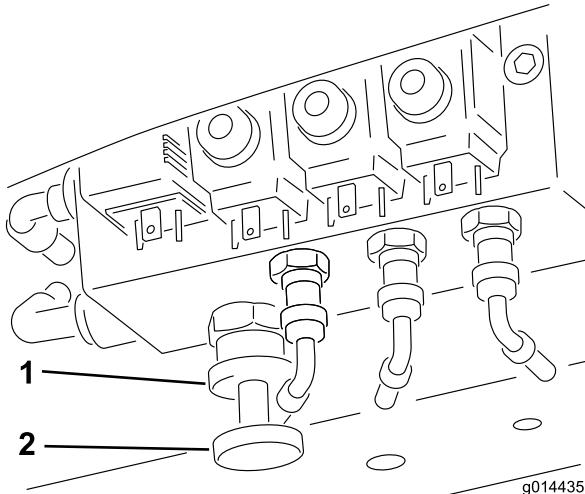

Bild 42
Aktivieren der Gewichtsverlagerung: Das Ausmaß der Gewichtsverlagerung kann je nach Einsatzbedingungen verstellt werden, indem Sie das Handrad für die Gewichtsverlagerung wie folgt drehen (Bild 42):
1. Drehen Sie die Ventilsicherungsmutter um eine halbe Drehung nach links und halten Sie sie in dieser Stellung (Bild 42).
2. Drehen Sie das Ventilhandrad (Bild 42).